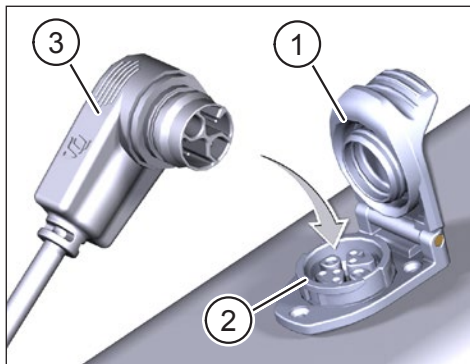

Abb. 1: Battery Laden
- ▶ Klappen Sie die Abdeckung (Pos. 1 in Abb. 1) des Ladeport (Pos. 2 in Abb. 1) im Fahrradrahmen auf.
- ▶ Richten Sie den Ladestecker (Pos. 3 in Abb. 1) des Chargers oder Range Extender so aus, dass die Steckerkodierung von Ladestecker und Ladeport übereinstimmen (siehe Abb. 1).
- ▶ Stecken Sie den Ladestecker (Pos. 3 in Abb. 1) des Charger oder Range Extender in den Ladeport.